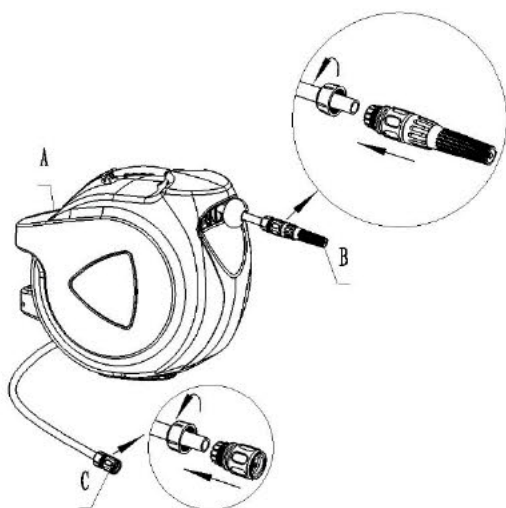

Bild 2
1. Sätt fast snabbkopplingen och munstycket. (Bild 2)